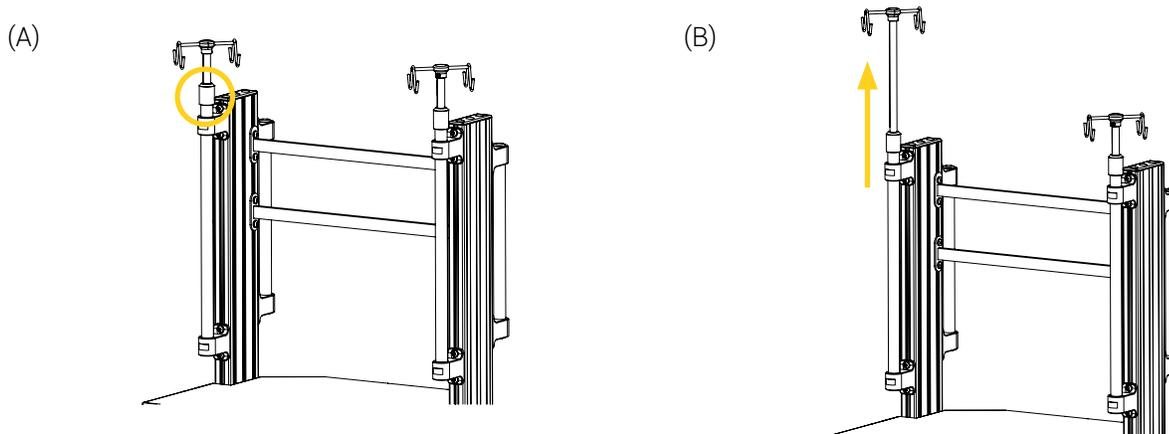

Figure 23 : Ajustement de la hauteur de la tige à soluté
1. Desserrer le collet de la tige à soluté en le tournant dans le sens antihoraire environ un quart de tour, puis monter ou descendre la tige selon vos besoins (Figure 23).